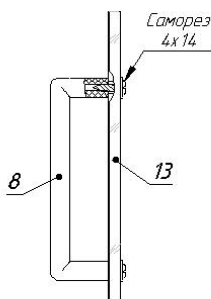

Рис.1
4.4. Установить на стеклянные двери (13) ручки (8) (см. рис.1) и накладку магнитной защелки (14) (см. рис.2).